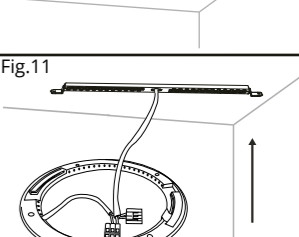

Fig.11
- Connect the AC/mains cable to the cable from your downlight using a suitable connector. This product is supplied without a connector. We recommend using the WAGO 221 connector. These are minimal height connectors and provide a maintenance-free connection. (Fig. 11)
- Branchez le câble d'alimentation secteur au câble du downlight à l'aide d'un connecteur adapté. Ce produit est fourni sans connecteur. Nous recommandons d'utiliser le connecteur WAGO 221. Il s'agit de connecteurs à hauteur minimale qui fournissent un raccordement sans entretien. (Fig. 11)
- Conecte el cable de alimentación al cable de su downlight usando un conector apropiado. Este producto es suministrado sin un conector. Nosotros recomendamos utilizar el conector WAGO 221. Estos son conectores de altura mínima y proveen una conexión libre de mantenimientos. (Fig.11)
- Sluit de stroomkabel aan op de kabel van uw downlicht met behulp van een geschikte connector. Dit product wordt geleverd zonder connector. Wij raden u aan de WAGO 221-connector te gebruiken. Dit zijn connectoren met een minimale hoogte en zorgen voor een onderhoudsvrije aansluiting. (Fig. 11)
- Verbinden Sie das Netzkabel mit dem Kabel der Einbauleuchte unter Verwendung einer geeigneten Verbindungsklemme. Das Produkt wird ohne Verbindungsklemmen ausgeliefert. Wir empfehlen die Verwendung der Verbindungsklemme WAGO 221. Diese Steckverbinder haben eine minimale Bauhöhe und bieten eine wartungsfreie Verbindung. (Fig. 11)
- Podłączyć kabel zasilający/sieciowy do kabla z lampy typu downlight za pomocą odpowiedniego złącza. Ten produkt jest dostarczany bez złącza. Zalecamy użycie wtyczki WAGO 221. Są to złącza o minimalnej wysokości i zapewniają bezobsługowe połączenie. (Fig. 11)